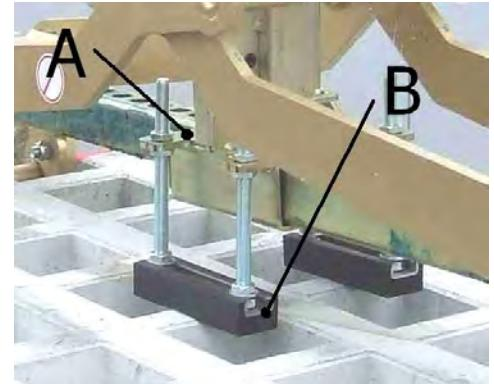

Fig. 1
Quando si utilizza l'apparecchio con elementi posti l'uno sopra l'altro, per la presa di singole lastre in pietra (poste l'una sopra l'altra), suggeriamo di utilizzare l'accessorio “supporto di regolazione dell'altezza”! – vedi Fig. 1
Quindi, l'altezza di presa deve essere regolata nuovamente per il sollevamento di elementi delle stesse dimensioni (vedi Fig 1).
- Il “supporto di regolazione dell'altezza (B) è attaccato al “piastrela di montaggio del supporto (A) di regolazione dell'altezza” → vedi Fig. 1
- Regolare il “supporto di regolazione dell'altezza (B) con viti di regolazione e verificare che entrambi i “supporti di regolazione dell'altezza (B)” abbiano la stessa altezza e che le barre dei tamponi siano posizionate al centro dello spessore della pietra. → vedi Fig. 1